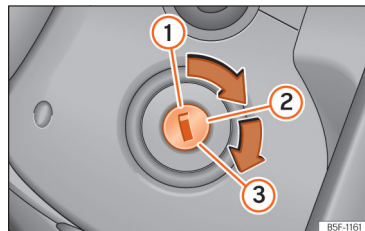

Fig. 85 Fechadura da ignição
- Rode a chave para a posição >>> Fig. 85 ②.
- Continue a rodar a chave para a posição >>> Fig. 85 ③ sem pressionar o acelerador.
- Quando o motor arrancar, solte a chave. Ao soltá-la, a chave volta para a posição ②.
• *Veículos com fechadura da ignição:* Rode a chave até à posição >>> Fig. 85 ①.
• *Veículos com botão de arranque:* Pressione brevemente o botão de arranque >>> Fig. 85.